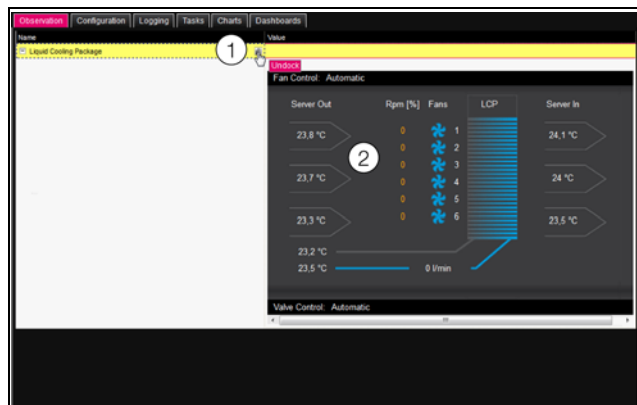

Рис. 84: Графическое отображение
Появляется графическое отображение (рис. 84) и все статусы и число оборотов вентиляторов, а также значения температур воздуха на входе и выходе в сервера, в также режимы управления вентиляторами и водой можно удобно просматривать и изменять нажатием на графическое отображение (рис. 84, поз. 2).
Если после выбора элемента "Liquid Cooling Package" выбрано графическое отображение (рис. 84), то на древовидную структуру можно переключиться следующим образом:
- Нажмите на графический символ в виде серых ступеней рядом с элементом "Liquid Cooling Package" (рис. 84, поз. 1).